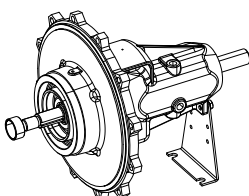

Рис. 35: Вставной блок
- См. рис. 35: Насадить распорное кольцо на вал.